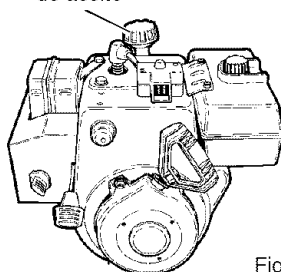

Figura 51
Revise el nivel de aceite en el cárter del motor antes de encenderlo y después de cada cinco (5) horas de uso continuo. Figura 51. Agregue aceite de motor S.A.E. 5W30 a medida que sea necesario. Apriete la tapa/varilla indicadora en forma segura cada vez que revise el nivel del aceite.